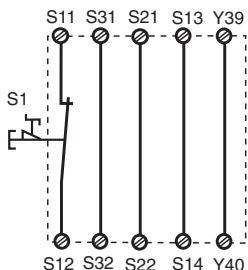
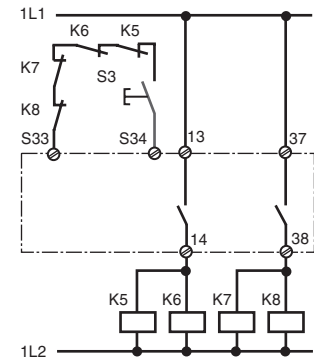

Fig. 2: Circuito de entrada monocal, automat. rearme/Circuito di entrata monocale, start automat./Eenkanalig ingangscircuit, automatische start
Fig. 10: como la Fig. 9 con rearme supervisado/come fig. 9 con start controllato/ Zoals fig. 9 met bewaakte start
En las fig. 2... a fig. 10 se presentan ejemplos de conexionado posibles; paro de emergencia. Los cortocircuitos a través del paro de emergencia también son detectados.
- Fig. 2 y 7: S33-S34 **no** conectado
- Fig. 2: Tenga en cuenta: En caso de caída de tensión y arranque, el dispositivo se inicia automáticamente. Evite un arranque intempestivo mediante un cableado externo adecuado.
In fig. 2 ... fig. 10 sono riportati degli esempi di collegamento per il cablaggio di arresto d'emergenza con start automatico e manuale, per il comando delle porte di sicurezza, nonché per la moltiplicazione dei contatti mediante relè esterni.
- Fig. 2 e 7: **nessun** collegamento S33-S34
- Fig. 2: Nota: il dispositivo si avvia automaticamente dopo la caduta ed il ritorno dell'alimentazione. Occorre prevenire un riavvio inatteso usando circuiti esterni di misura.
In fig. 2 ... 10 worden aansluitvoorbeelden gegeven van noodstop-schakelingen met automatische en bewaakte start, hekbewaking en contactvermeerdering d.m.v. externe magneetschakelaars.
- Fig. 2 e 7: **geen** verbinding S33-S34
- Fig. 2: Opgelet: het apparaat start automatisch bij uitvallen en terugkeren van de spanning. Vermijd een onverwacht heraanlopen door maatregelen in de externe schakeling.